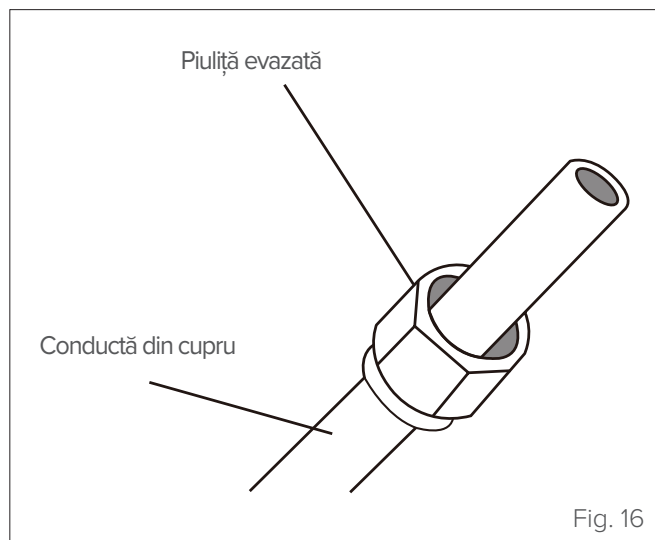

Fig. 16
- 3 Amplasați o piuliță evazată la fiecare capăt al conductei. Asigurați-vă că piulițele sunt îndreptate în direcția corectă, deoarece după înfundare, nu va mai fi posibil să le aplicați sau să le modificați direcția (vezi „Fig. 16”).